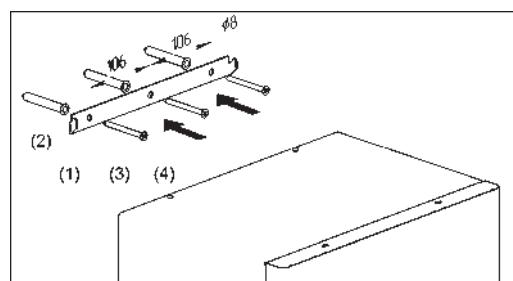

Рисунок 4. Установка прибора на вертикальное основание
(1) Выполните разметку отверстий в стене под крепление кронштейна (закладной) в соответствии с рис.4.
(2), (3) Выполните установку кронштейна (закладной) с использованием дюпелей и шурупов входящих в комплект поставки